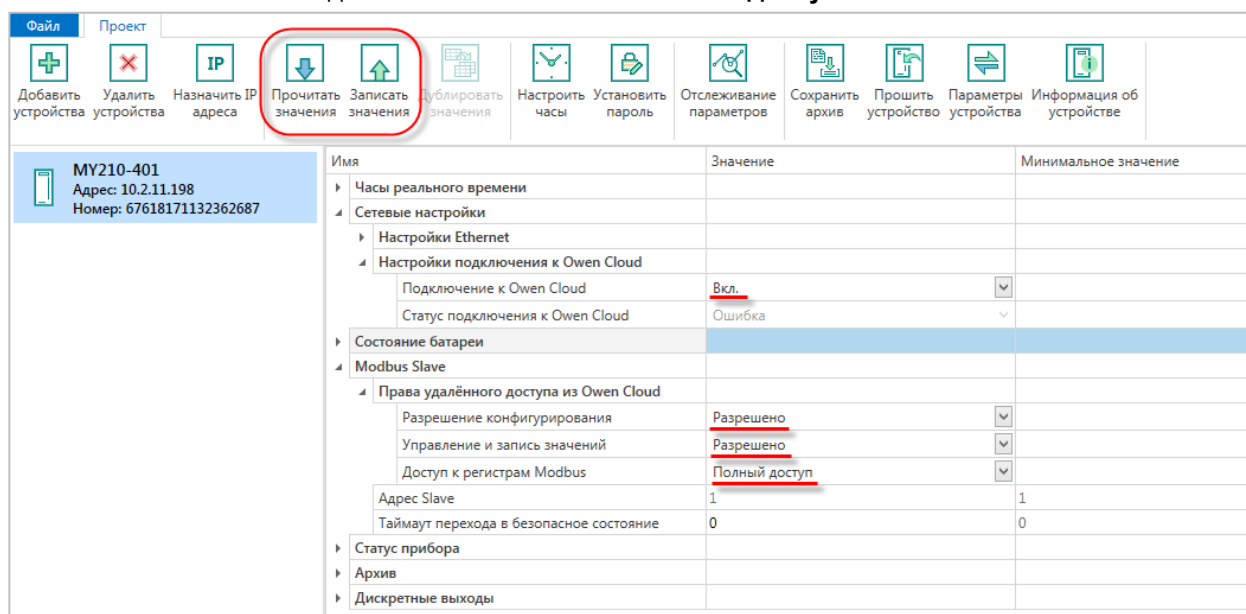

Рисунок 5.9.1. Изменение настроек Mx210 для подключения к OwenCloud
1. Подключитесь к модулю с помощью ПО ОВЕН Конфигуратор и нажмите кнопку **Прочитать значения**. Измените значения следующих параметров (см. рисунок 5.9.1):
- **Идентификатор** – введите **заводской номер модуля** (указан на корпусе модуля, а также в конфигураторе – см. рисунок 5.9.1);